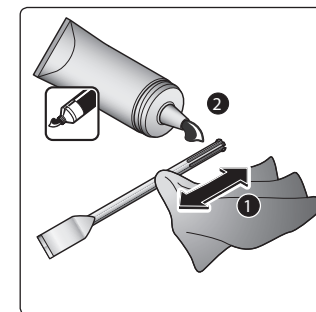

Abb. 3
2. Reinigen Sie den SDS-Schaft des Werkzeugs gründlich mit einem Tuch, ggf. trocknen Sie ihn ab und fetten Sie ihn ein, siehe Abb. 3.